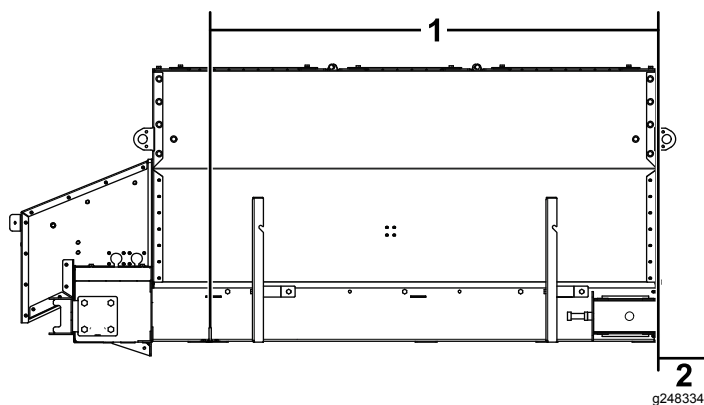

Figure 8
1. Repérez et percez les trous (11 mm ou 7/16 po) pour les anneaux en D, en commençant par les anneaux en D les plus proches de la cabine, comme illustré à la Figure 8. Les anneaux en D côté cabine seront positionnés à l'intérieur de l'entretoise.